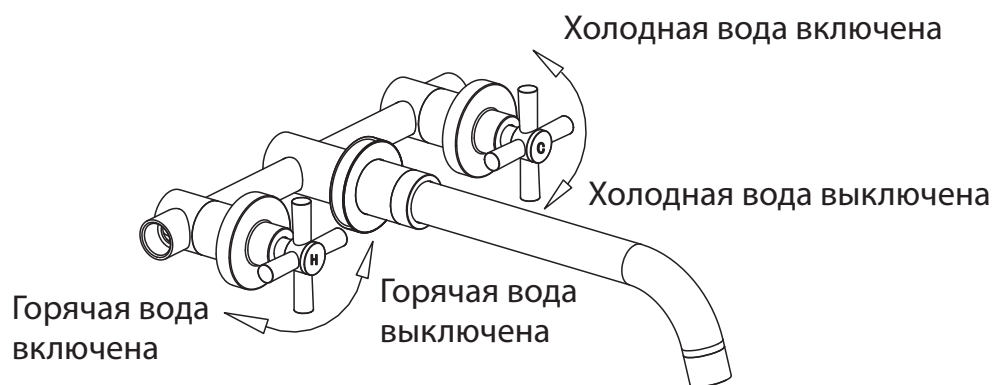

Рисунок 1
1. Снимите цветную кнопку, ослабьте винты, выньте ручку и снимите стопорную гайку и основание (рис. 1).
- ① Основной корпус смесителя
- ② Узел декоративной крышки
- ③ Узел рукоятки
- ④ Узел носика
1. Сначала проверьте, может ли толщина стенки полностью соответствовать основному корпусу крана (рис. 1).
1. Как показано на рис.1, левая и правая ручки будут управлять подачей горячей и холодной воды соответственно. Поверните ручку с левой стороны по часовой стрелке, постепенно увеличивая подачу горячей воды; поверните ручку с правой стороны против часовой стрелки, постепенно увеличивая подачу холодной воды.